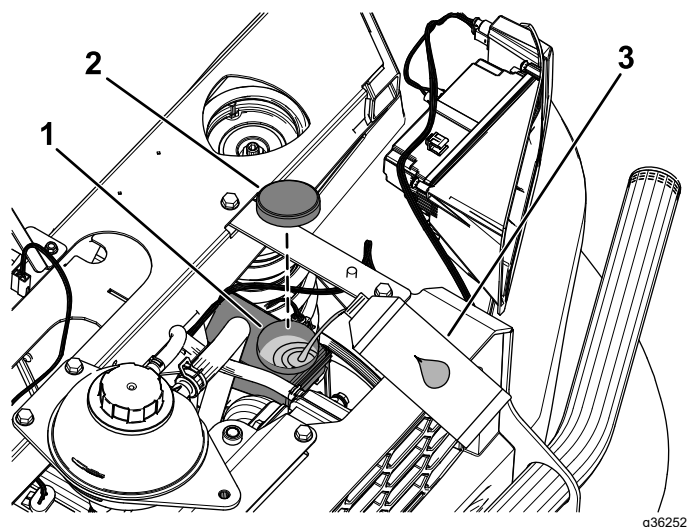

Figure 89
4. Soulevez le capot pour accéder au maître-cylindre de frein et au réservoir (Figure 89).
- A. Nettoyez la surface autour du bouchon du réservoir et enlevez le bouchon (Figure 89).
- C. Remettez le bouchon du réservoir (Figure 89).